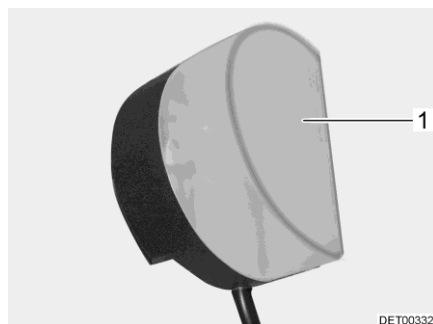

Bild 194 Kleiderschrankleuchte
- Leuchtenabdeckung (Bild 194,1) leicht zusammendrücken und abnehmen.